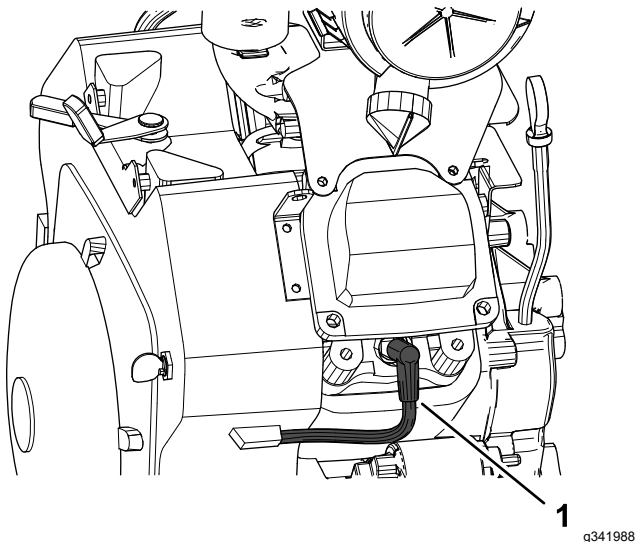

Figura 35
2. Limpie la zona alrededor de las bujías (Figura 35).
3. Desconecte los cables de bujía de las bujías (Figura 35).